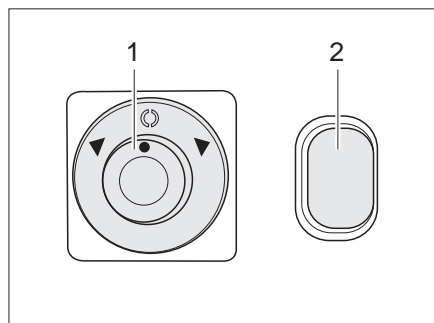

Bild 24 Schalter für elektrisch einstellbare Außenspiegel und Spiegelheizung
- Den Spiegel, der eingestellt werden soll, wählen. Dazu den Drehschalter (Bild 24,1) nach links oder rechts drehen.
- Den Spiegel durch Drücken des Schalters (Bild 24,1) in die entsprechende Richtung einstellen.
Heizung einschalten: ■ Den Schalter (Bild 24,2) drücken. Die Kontroll-Leuchte im Schalter zeigt den Betrieb an.